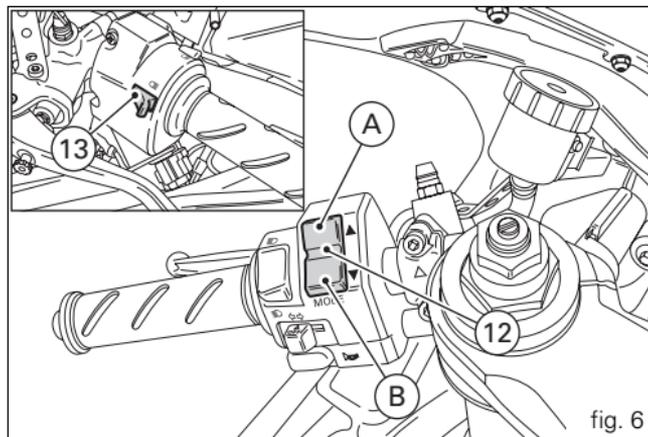

fig. 6
12) Bouton de commande A et B (fig. 6).
13) Bouton pour appel de phares FLASH (fig. 6).